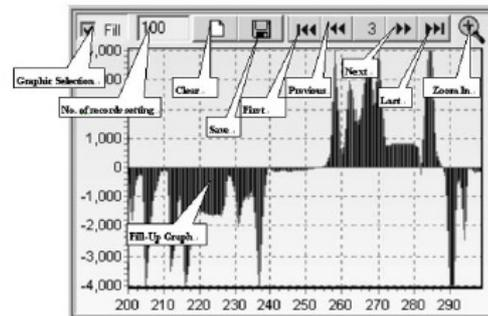

Рис.1
D. Графическая область (рис. 1)